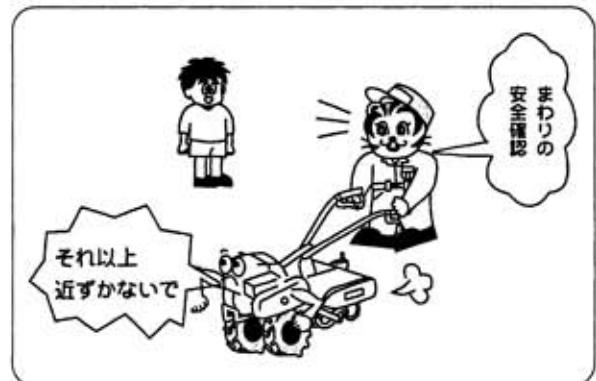

図36
2) 周囲の安全 (図36)
- ① 作業範囲に人（子供）等が入り込まないように注意して安全を確保してください。